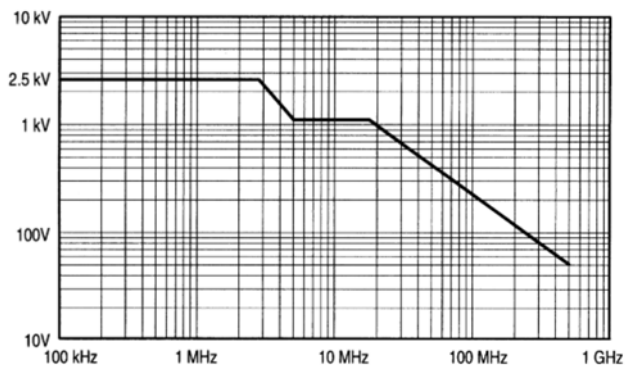

图 7.1. 额定值下降曲线实例。实际值和范围会随特定产品而变化。
- 为避免 RF (射频)熔固, 在导线连接到高于 RF 熔固风险规定的电压和频率极限的信号源时(参见图 7.1 额定值下降曲线实例), 不要处理探头引线。